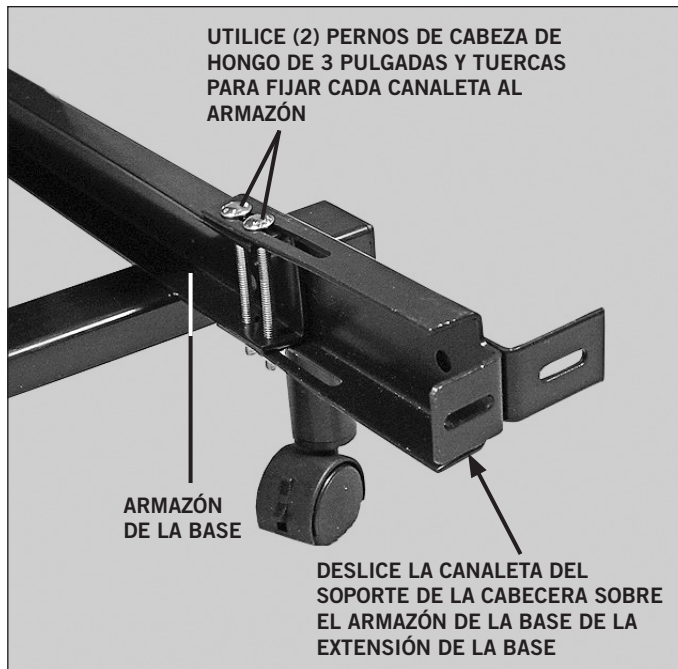
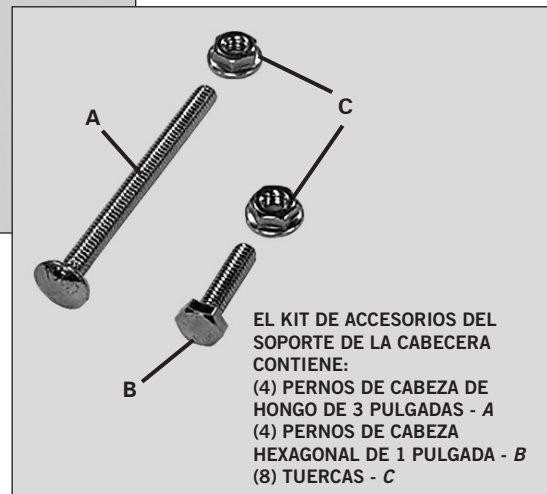

FIGURA 8: Instalación de la canaleta del soporte de la cabecera (uno a cada lado de la cabecera de la base).
FIGURA 9: Accesorios para el soporte de la cabecera.
- Deslice una canaleta del soporte de la cabecera sobre un lado del armazón de la base. Con (2) pernos/tuercas de cabeza de hongo (FIGURA 8) fije la canaleta al armazón de la base (FIGURA 9). Ajuste manualmente los pernos/tuercas (no demasiado) para sujetar las canaletas del soporte de la cabecera. Repita el procedimiento para instalar la otra canaleta en el lado contrario.